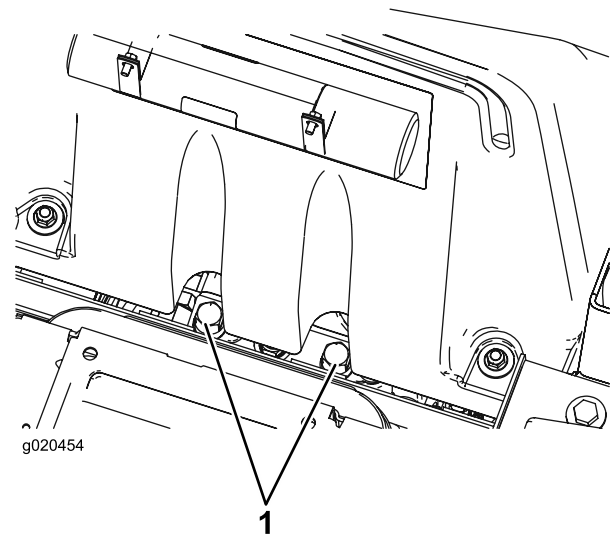

Bild 60
1. Klappen Sie den Sitz hoch und ermitteln Sie die Sicherheitsventile, die sich unter der Vorderseite des Kraftstofftanks befinden (Bild 60).